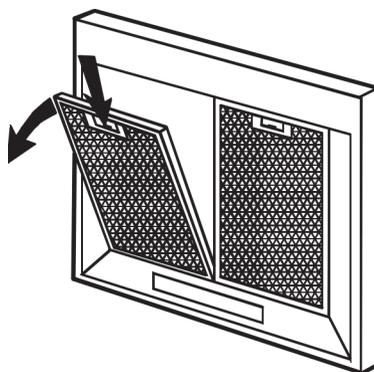

fig.4
2. A l'aide de la poignée, poussez l'arrêt vers l'intérieur de l'appareil et tirez le filtre vers le bas. Retirez-les (fig. 4).
2. A l'aide de la poignée, poussez l'arrêt vers l'intérieur de l'appareil et tirez les filtres vers le bas (fig. 4).